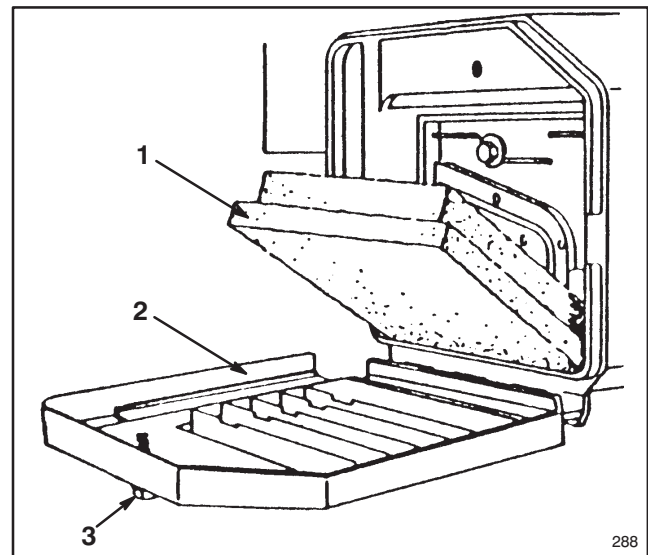

Figure 16
2. Dévisser le bouton de fixation jusqu'à ce que le couvercle puisse être retiré. Nettoyer le couvercle soigneusement (Fig. 16).
3. Si l'élément en mousse est encrassé, le retirer du boîtier de filtre à air (Fig. 16), et le nettoyer soigneusement.